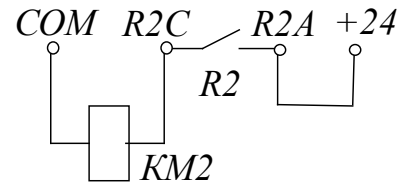

Рис. 7.10
- ОСС, [*Output cont.*] – управление выходным контактором (контакт включается последовательно с катушкой контактора, см. рис. 7.10);